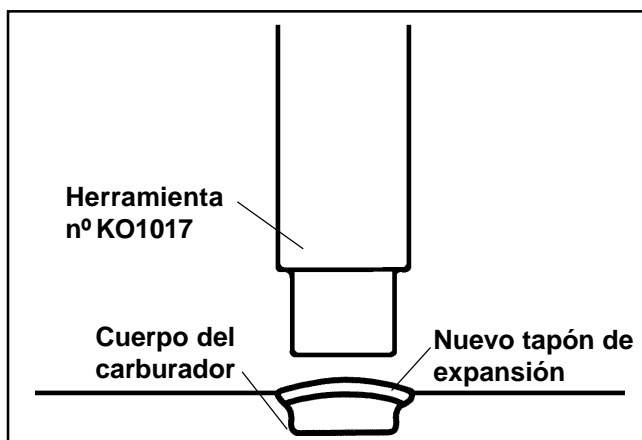

Figura 5-9. Montaje de los tapones de expansión.
3. Utilice el extremo de la herramienta que tiene aproximadamente el mismo tamaño que el tapón y aplaste el tapón. **No** fuerce el tapón por debajo de la superficie de la cavidad. Ver figura 5-9.